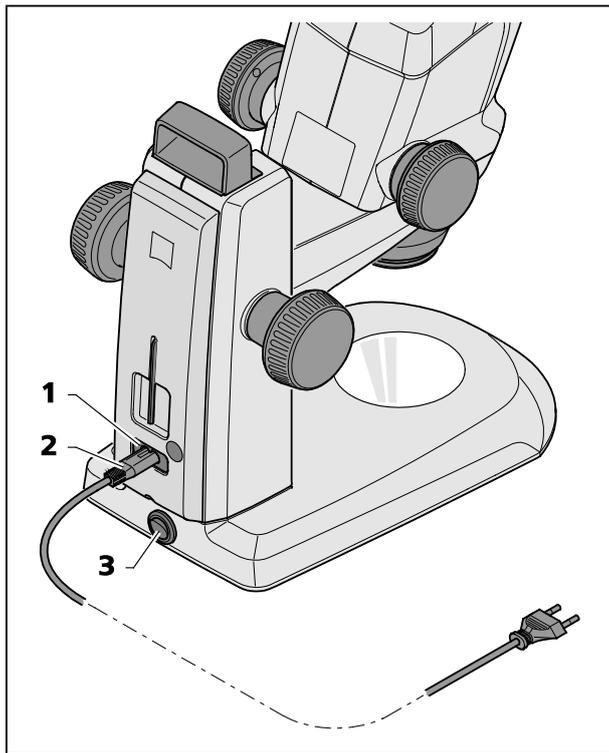

图 12 连接立体显微镜
- 将电线(图 12/2)插入镜臂的电源连接槽(图 12/1)。
- 将电线(图 12/2)插入某个电源插座。
- 通过电源开关(图 12/3)打开或关闭立体显微镜。